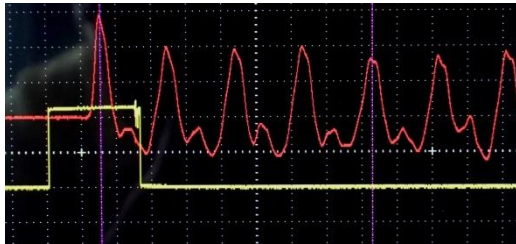
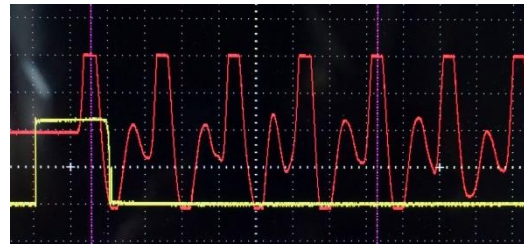

図 2-8a 適切な波形
図 2-8b 上がつぶれた波形
- ① マイク、棒等の設置は課題 2-1 と同じままとする。
- ② 「SEC/DIV」のつまみを回して時間軸を M: 200us 程度に設定する。
- ③ 「HORIZONTAL POSITION」のつまみを反時計方向に回して、画面上部の **T** のマーク（紫）が左端に来るようにする。
- ④ 課題 2-1 と同様に、「Single」ボタンを押してから棒を金属ブロックで軽くたたき、図 2-8a のように画面に 5～6 個程度のピークが現れるようにする。ピークが多すぎたり少なすぎたりする場合は「SEC/DIV」のつまみを回して調節する。図 2-8b のように、波形の上部がつぶれている場合は信号が強すぎるので、より軽くたたくか、棒とマイクとの間隔を広くする。